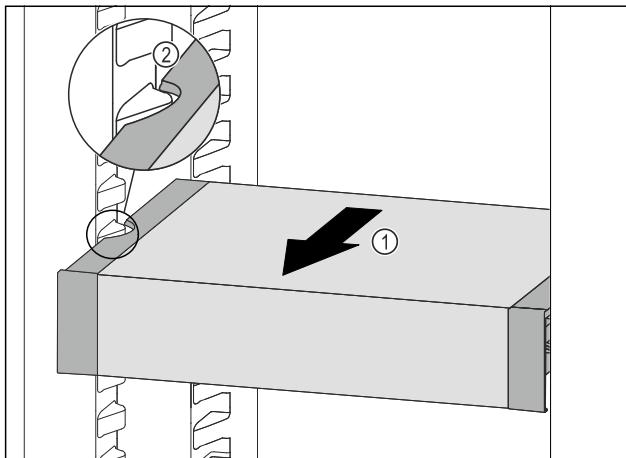

Fig. 40
- Táhněte VarioSafe dopředu Fig. 40 (1), dokud nebudou boční vybrány VarioSafe na úrovni žebrování na nádoby v chladničce. Fig. 40 (2)